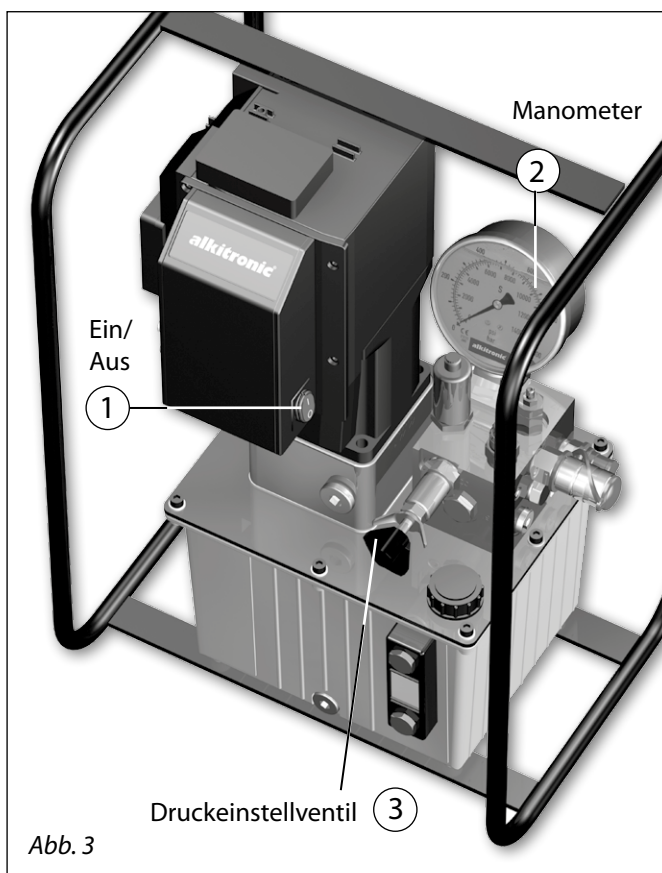

Abb. 3
Durch Drücken des Ein-Aus Kippschalters (1) (Abb. 3) wird die **VELOX Hydraulikpumpe** ein- oder ausgeschaltet.
Beobachten Sie dabei die Manometeranzeige (2) an der Hydraulikpumpe um sicherzustellen, dass der vorher eingestellte Betriebsdruck erreicht wurde (Abb. 3). (Beim Lösen einer Schraubverbindung wird dieser Vorgang ebenso oft wiederholt, bis sich die Schraubverbindung vollständig gelöst hat.)